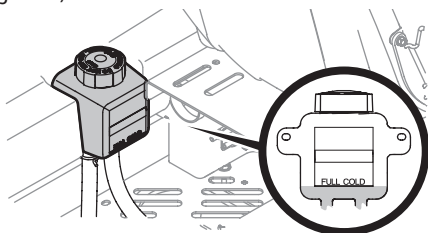

Figure 42
Pivotez le siège du conducteur vers l'avant et nettoyez le bouchon du réservoir et la zone autour du bouchon pour éviter que des débris ne contaminent l'huile de transmission (Figure 42).
1. Tournez le bouchon du réservoir dans le sens antihoraire pour le retirer, puis vérifiez le niveau d'huile dans le réservoir. L'huile doit être visible au fond de la coupelle, mais le niveau d'huile ne doit PAS être supérieur à la ligne « FULL COLD » (Figure 42). NE REMPLISSEZ PAS LE RÉSERVOIR.